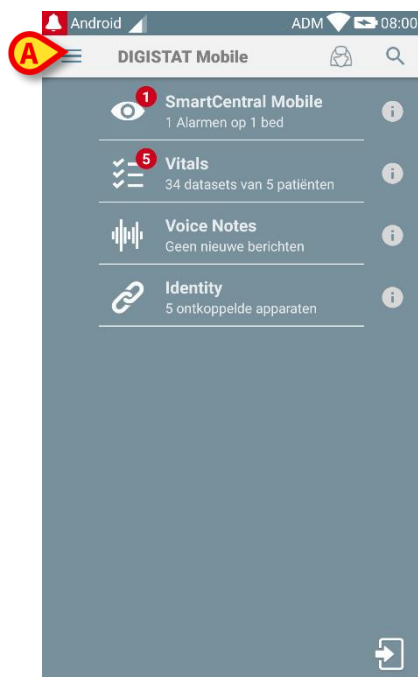

Fig 25
- Activeer het hoofdscherm van de Digistat® Mobile-applicatie (Fig 25)
- op de  icoon in de linker bovenhoek van het scherm (Fig 25 **A**).